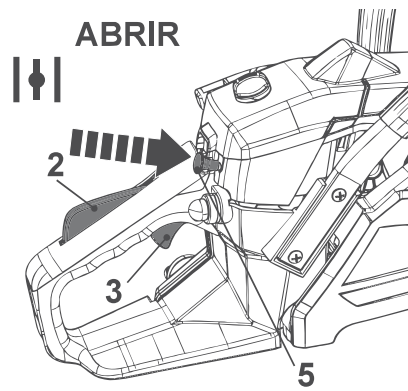

Fig. 21b
2. Al presionar la palanca del estrangulador (5) (Fig. 21b), el estrangulador a la posición ABIERTA y el acelerador permanece a ralentí alto.
3. Para desactivar el ralentí alto, pulse y suelte el bloqueo del acelerador (2) y el gatillo del acelerador (3).